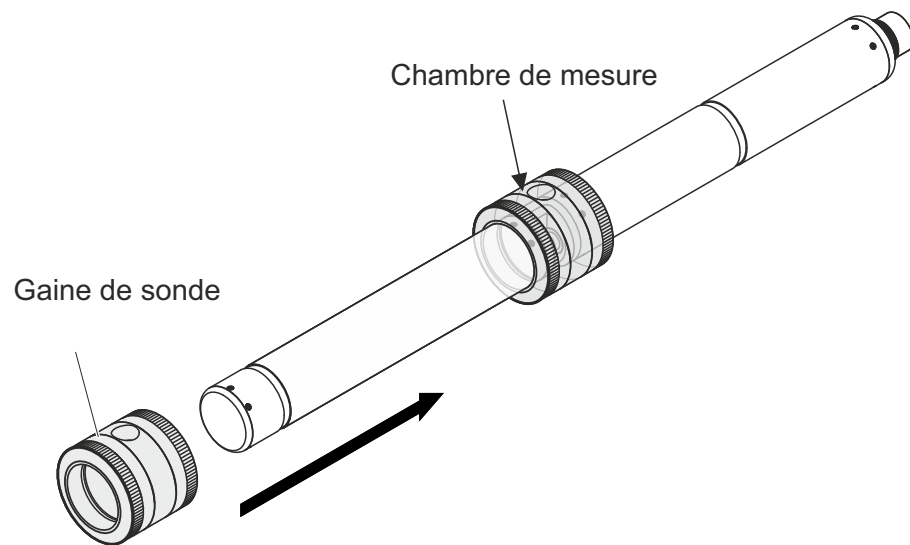

figure 4-3 Passer la bague de sonde sur la sonde
9. Poser la sonde à l'horizontale sur un support solide et exempt de vibrations. Tourner l'orifice de remplissage de la bague de sonde vers le haut (figure 4-3).